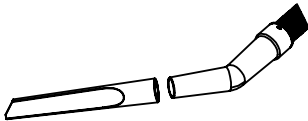

Fig. 10 – Conexión de la boquilla a las esquinas de la manguera
- Monte la boquilla de esquina en la manguera, (Fig. 10).